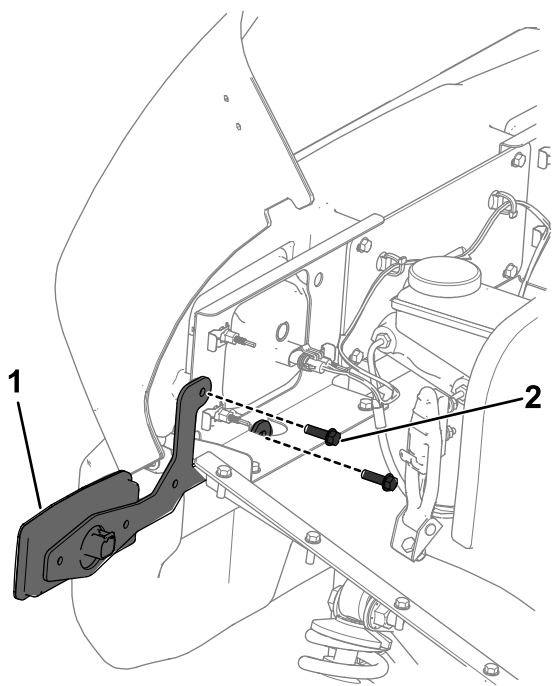

図 4
2. 車両についているヘッドライトブラケットから、ねじ2本を取り外す 図 4。
3. 外したねじを使用して、ヘッドライトブラケットに方向指示器ブラケットを取り付ける 図 4。